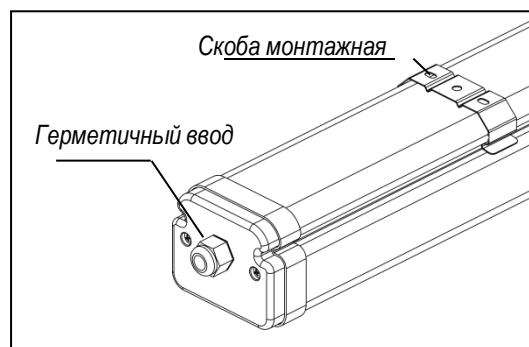

Рисунок 1
5.2 Закрепить монтажные скобы (рисунок 1) к опорной поверхности. При креплении монтажных скоб использовать метизы соответствующие типу опорной поверхности (в комплект поставки не входят).
5.3 Открутить саморезы на боковой крышке с герметичным вводом (рисунок 1).